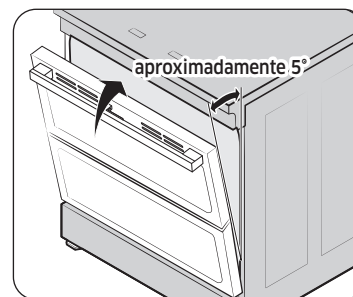

Imagen 1
4. Cierre la puerta a la posición para quitarla, que es aproximadamente a 5 grados de la posición vertical (fig. 1).